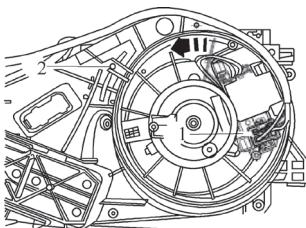

图 5-18 拆下新鲜空气鼓风机
3) 如图 5-18 所示，脱开带新鲜空气鼓风机控制单元 J126 的新鲜空气鼓风机 V2 的连接插头 1。松开卡止件 2，沿箭头方向转动带新鲜空气鼓风机控制单元 J126 的新鲜空气鼓风机 V2 并将其取出。